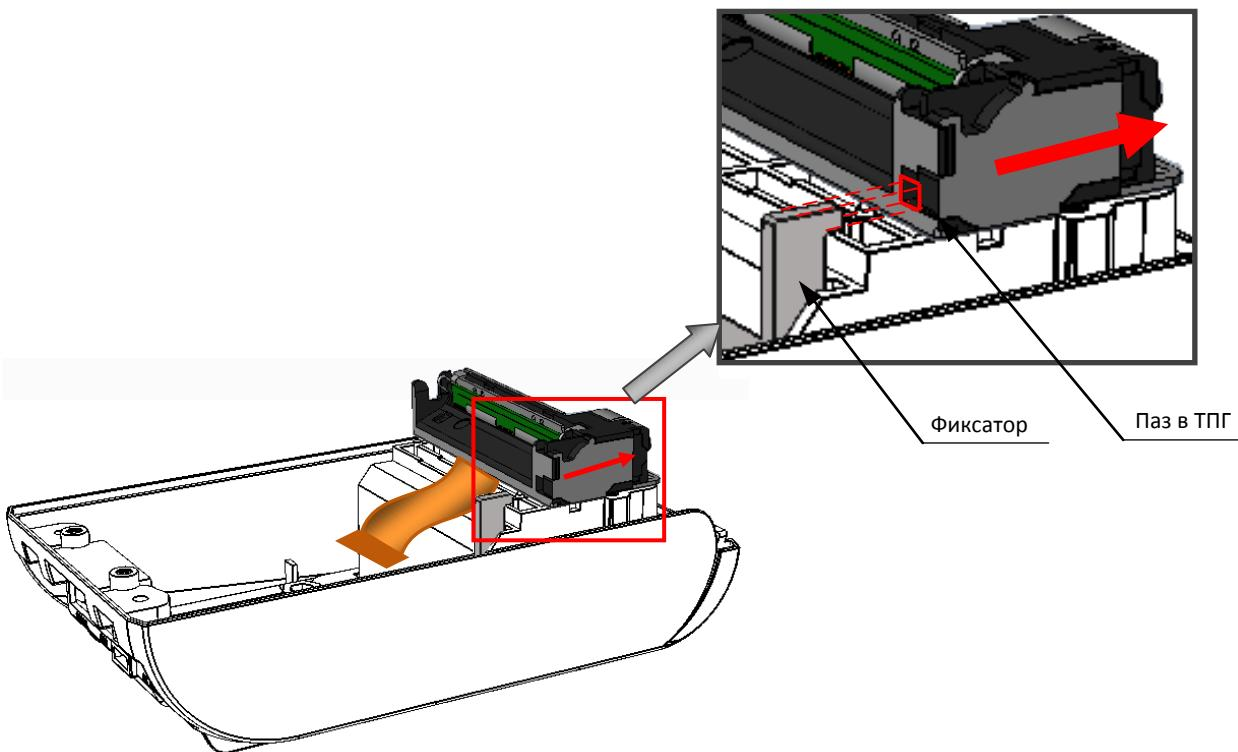

Рисунок 18. Направление смещения ТПГ с учетом расположения фиксатора в нижней части корпуса и паза в ТПГ
6. Затем аккуратно сместить ТПГ в направлении, показанном на рисунке и освободить фиксатор нижней части корпуса изделия из паза ТПГ (смотрите рисунок 18).
- Установить на место старого экземпляра ТПГ новый экземпляр печатающего устройства, совместив фиксатор в нижней части корпуса изделия и паз в ТПГ (смотрите рисунок 18). ТПГ на нижней части корпуса изделия должно быть расположено как показано на рисунке ниже.